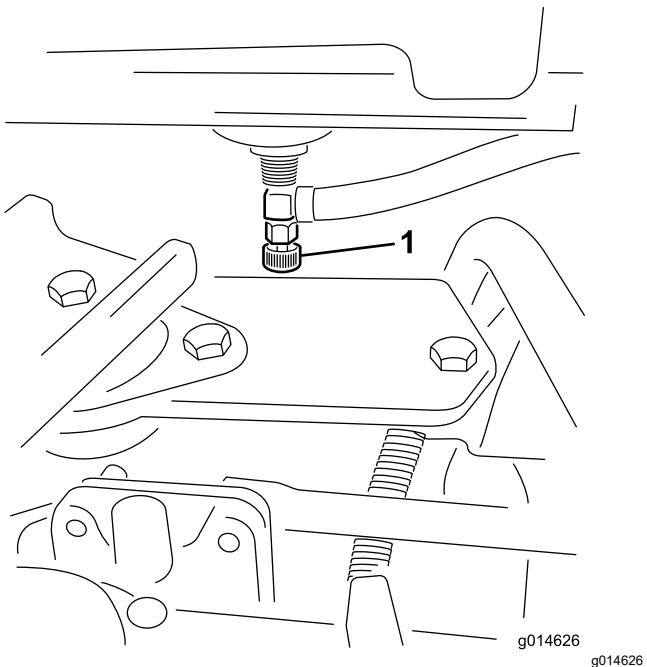

Figura 34
1. Cierre la válvula de cierre del combustible (Figura 34), situada debajo del depósito de combustible.